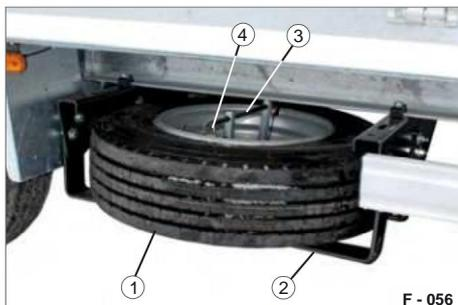

Fig. 78 Ruota di scorta fissata - Variante 2
(Fig. 78/4).
- ÿ Posizionare la ruota di scorta e sollevarla sul cestello di supporto (Fig. 78/3).